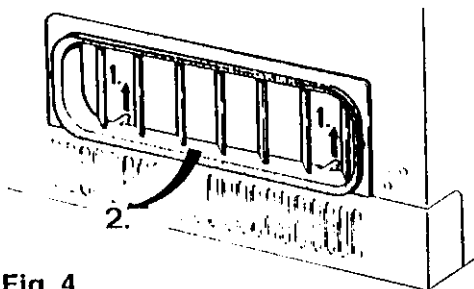

Fig. 4
Poussez vers le haut les 2 crochets (1) situés au bas de la grille (fig. 4). Retirez la grille (2) et enlevez les peluches qui y adhèrent. Prenez soin de replacer la grille dans sa position initiale.